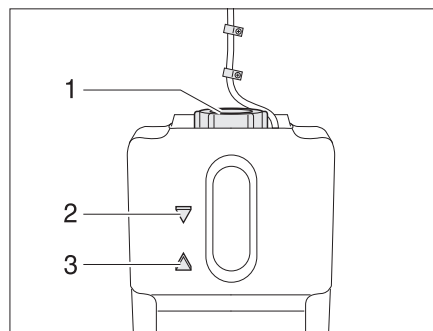

Bild 158 Ausgleichsbehälter Warmwasser-Heizung
- Prüfen, ob am Ausgleichsbehälter (Bild 158) die Flüssigkeit zwischen der Markierung "MIN" (Bild 158,3) und "MAX" (Bild 158,2) steht.
- Am Ausgleichsbehälter den Drehverschluss (Bild 158,1) aufdrehen.